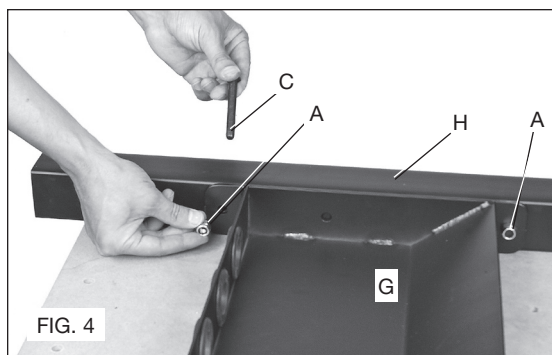
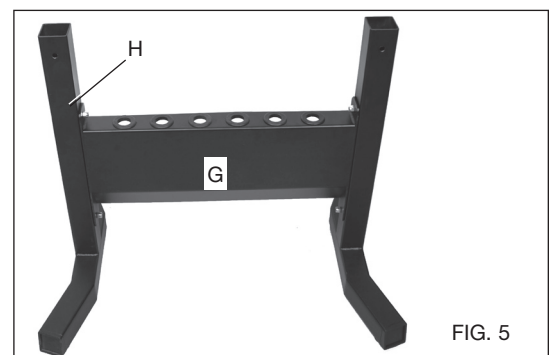

FIG. 4
FIG. 5
3. Attach left leg assembly (H) Fig. 4 and 5 to cross brace/tool holder (G) oriented as shown using two 3/8-16 x 3-1/2" (89 mm) hex head bolts (C) Fig. 4, two 3/8 flat washers (not shown) and two 3/8-16 nylock nuts (A) Fig. 4 in top and bottom holes only. A bolt is not required in the center hole. Make sure the stand's feet are oriented away from tool holder (G) as shown in Fig. 5.
4. For both holes, place washer (not shown) on bolt and insert hex head bolt (C) Figure 4 into the leg from the outside and then through the hole in the tool holder. Place a second washer (not shown) on bolt and fasten with the nylock nut (A).
3. Rattachez le pied de banc gauche (H), fig. 4 et 5, à la barre transversale/porte-outils (G), fig. 4 et 5, en l'orientant comme
illustré, en insérant deux boulons à tête hexagonale de 89 mm (3/8-16 x 3-1/2 po) (C), fig. 4, deux rondelles plates de 3/8 (pas illustré) et deux écrous nylock de 3/8-16 (A), fig. 4, dans les trous, supérieur et inférieur, seulement. Il n'est pas nécessaire d'insérer un boulon dans le trou central. Assurez-vous que les pieds du banc sont orientés vers l'extérieur du porte-outils, comme illustré en fig. 5.
4. Sur chacun des deux trous, placez une rondelle sur le boulon à tête hexagonale (C), fig. 4, puis insérez-le dans le pied, de l'extérieur vers l'intérieur, puis dans le trou du porte-outils. Insérez une deuxième rondelle (non illustrée) sur le boulon puis resserrez avec un écrou nylock (A).